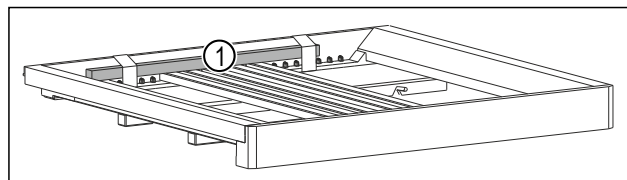

Fig. 3 *
- Izvadite drveni štapić Fig. 3 (1)*